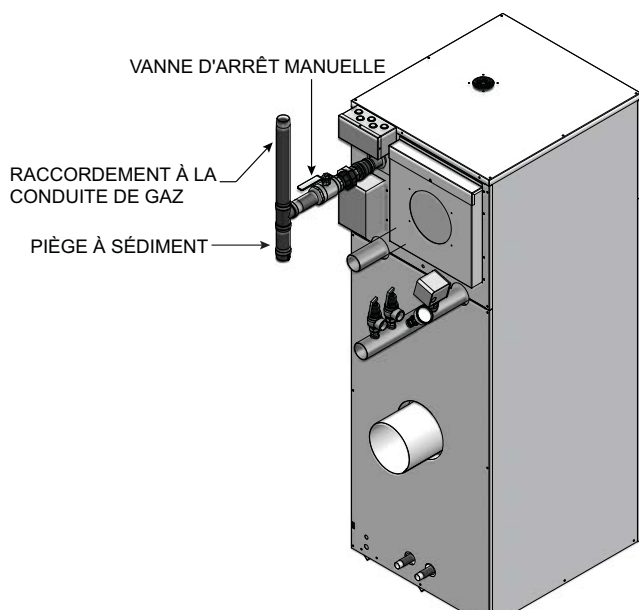

Figure 3-1_Raccordement de la conduite de gaz avec piège à sédiments (Collecteur) et vanne d'arrêt principale manuelle du gaz
3. Si une vanne d'arrêt manuelle supplémentaire est requise par les codes locaux, installez la vanne à l'extérieur de l'alimentation en gaz de l'appareil, comme illustré à la FIG. 3-1.
4. Un piège à sédiments (collecteur) DOIT être fourni à l'entrée du raccordement au gaz de l'appareil, voir FIG. 3-1.
4. Installez un piège à sédiment sur la conduite d'alimentation vers l'entrée de gaz de l'appareil (voir FIG. 3-1).